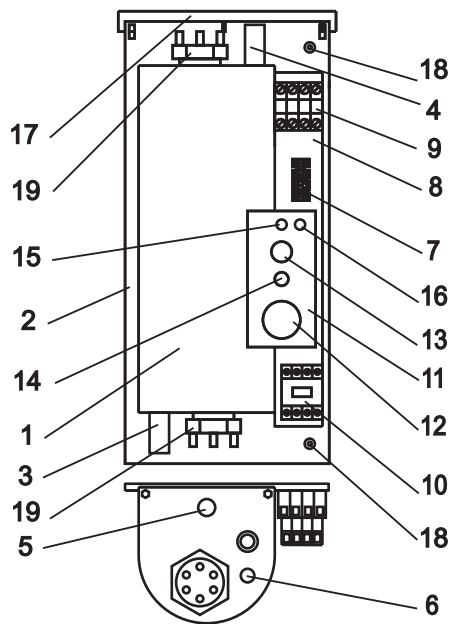

Рисунок 1 (кожух не показан):
4.1. Приборы ЭВАН-С1 -4; -5; -6; -7,5; -9; -12; -15; -18; -24; -30 в соответствии с рис. 1 состоят из следующих основных частей:
- котла (1) с входным (3) и выходным (4) патрубками G 1¹/₄, датчиком терморегулятора (6), аварийным самовозвратным термовыключателем (5), отключающим прибор при 92° С, и блоками трубчатых электронагревателей (ТЭН) (19);
- панели (2) с зажимом заземления (18) для подключения нулевого защитного проводника РЕ
- кронштейна (8) с размещенными на нем зажимом клеммным (7) для подключения циркуляционного насоса и датчика температуры воздуха, пускателем (10), элементами управления и сигнализации расположенными на панели управления (11):
- выключателя "СЕТЬ" (13) для включения водонагревателя в работу;